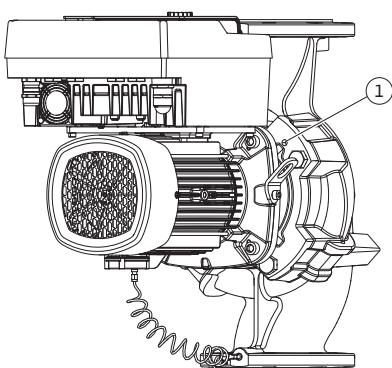
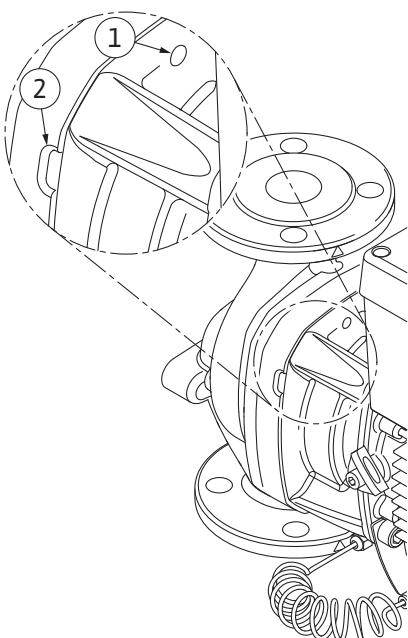

Fig. 103: Ievietojamā modula nospiešana, izmantojot vītnes urbumus
Fig. 104: Vītnu urbumi un atvērumi ievietojamā modula izņemšanai no sūkņa korpusa
12. Sūkņa tipam (Fig. III, IV) atskrūvējet skrūves (29. poz.). Izmantojiet blakus esošos divus vītnes urbumus (Fig. 103, 1. poz.) piemērotas skrūves, ko nodrošina pasūtītājs (piemēram, M10 x 25 mm). Nospiediet ievietojamo moduli no sūkņa korpusa. Sūkņa tipam (Fig. I un Fig. II) izmantojiet abus vītnes urbumus M10 (skat. Fig. 104) un piemērotas skrūves, ko nodrošina pasūtītājs (piemēram, M10 x 20 mm). Nospiešanai varat izmantot arī šķēlumus (skat. Fig. 104, 2. poz). Lai to izdarītu, novietojiet, piem., divus skrūvgriežus un tos izmantot kā pacelšanas palīglīdzekļus. Kad ievietojamais modulis būs nospiests apm. 15 mm, tas vairs nebūs fiksēts sūkņa korpusā.